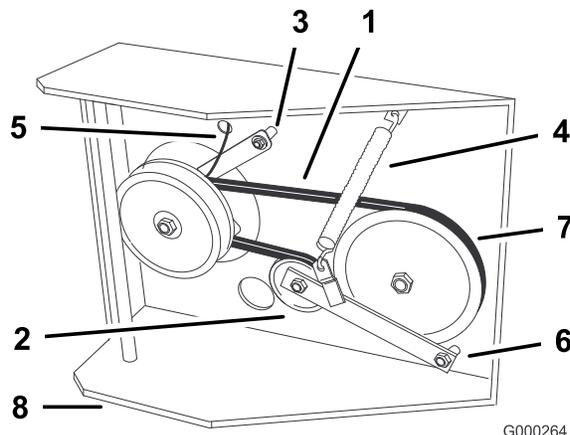

Figure 47
6. Détachez le dispositif de retenue de l'embrayage du plancher moteur (Figure 47).
7. Décrochez le ressort de tension sur le côté du bâti (Figure 47).
10. Serrez le boulon de pivot à 47-54 Nm (35-40 pieds-livre). Placez le ressort de tension entre le bras de la poulie de tension et la patte du bâti (Figure 47).
11. Reposez le dispositif de retenue de l'embrayage sur le plancher moteur (Figure 47).